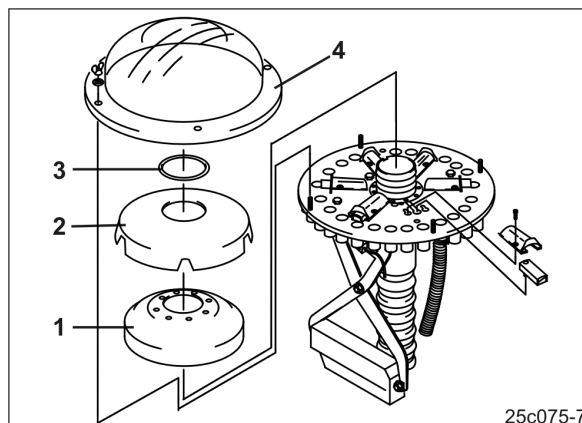

Рис. 108
10. Закрепите пенопластовую вставку (Рис. 108/1).
11. Закрепите внутреннюю крышку распределителя (Рис. 108/2).
12. Установите кольцо (Рис. 108/3).
13. Установите внешнюю крышку распределителя (Рис. 108/4).
6. Заполните бесступенчатый редуктор через заправочный штуцер (Рис. 108/2) до смотрового глазка редукторным маслом.